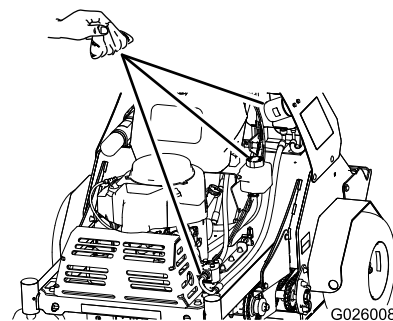

Figura 61
2. Limpie cuidadosamente la zona alrededor de la parte delantera de la bomba auxiliar, el tapón de llenado del depósito y el filtro (Figura 61).